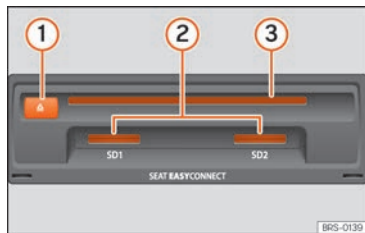

Fig. 213 Fessure per supporti elettronici nel cassetto portaoggetti.
- Inserire il CD o DVD nell'apposito alloggiamento »» **fig. 213** ③ fino al punto in cui scatta il meccanismo di auto-introduzione.
Inserire la scheda di memoria compatibile con l'angolo smussato in avanti e la scritta verso l'alto (i contatti verso il basso) nello slot »» **fig. 213** ② o »» **fig. 188** ⑨. Quando è inserita completamente, la scheda deve compiere uno scatto.